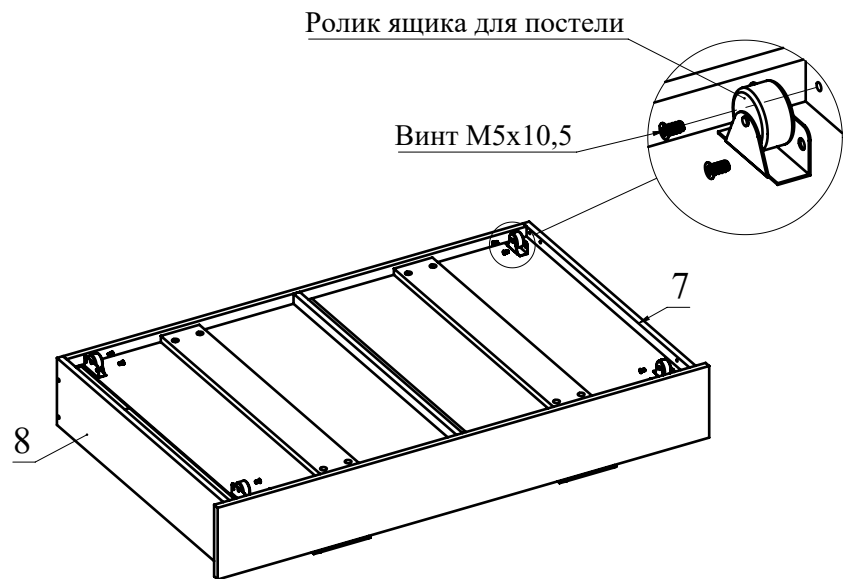

Рис.12
14. Установите ролики ящика для постели на деталях 7 и 8 с помощью винтов М5х10,5 (Рис. 12).